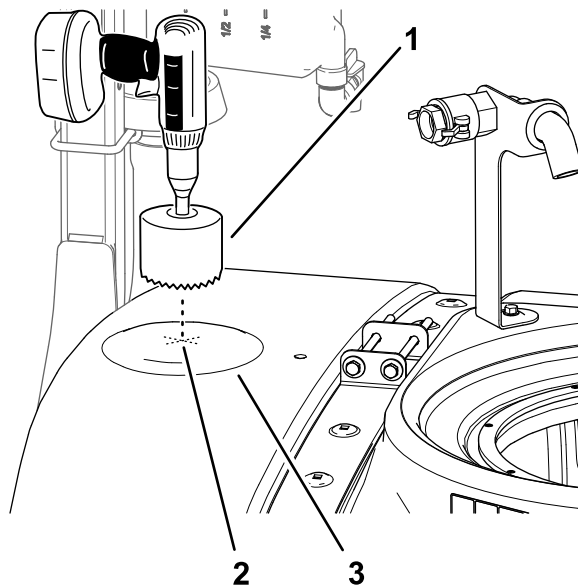

Figura 27
2. Localice la posición delantera en la parte superior del depósito según se muestra en Figura 27.
3. Utilice una broca de corona de 9 cm para perforar un taladro en el punto marcado (Figura 27).